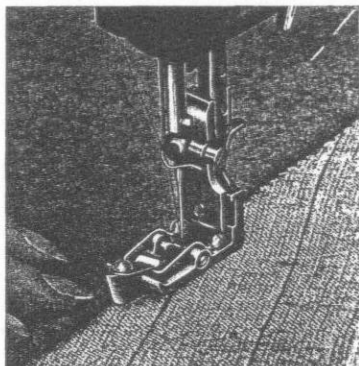
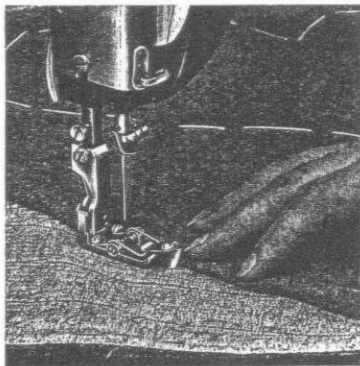

Fig. 28
Fig. 29
**Arbeitsweise:** Umgelegte Stoffkante beim Nähen an der linken Kante entlanggleiten lassen (Fig. 28). Am Ende der Naht, Nadel rechts in das Roßhaar einstechen lassen, Stoffdrückerstange etwas anheben und Arbeitsstück um 180° drehen. Die umbuggte Stoffkante beim Nähen nun an der rechten Kante des Lineals entlanggleiten lassen (Fig. 29).
**Operation:** During sewing guide the folded fabric edge along the left edge of the guide (Fig. 28). At the end of the seam, let the needle stitch into the horsehair lining, raise the presser bar a little and turn the workpiece through 180°. Now guide the folded fabric edge along the right edge of the guide (Fig. 29).
**Mode opératoire:** Selon fig. 28, guider la cassure du tissu contre le bord gauche **a** du guide. A la fin de la couture, laisser l'aiguille à droite dans le crin, lever légèrement la barre presse-tissu et tourner l'ouvrage de 180°. Maintenant, laisser glisser la cassure du tissu le long du bord droit **d** du guide (fig. 29).
Durante la costura, el borde doblado de la pieza deberá conducirse contra el canto izquierdo de la guía (fig. 28). Al final de la costura deje la aguja clavada por la parte derecha en la entretela, levante un poco la barra del prensatelas y gire la pieza de costura 180°. A continuación, el borde doblado de la pieza se conduce contra el canto derecho de la guía (fig. 29).